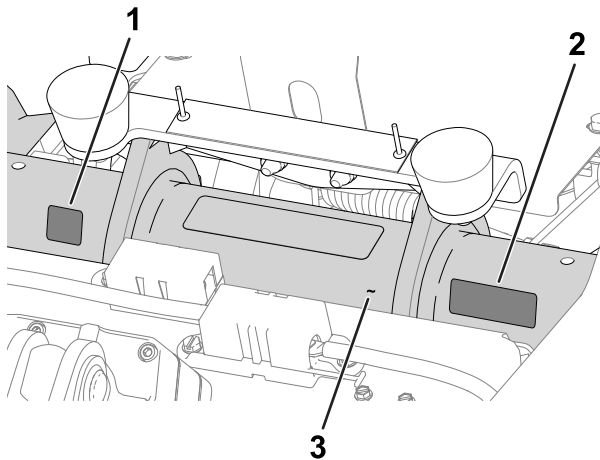

Figure 11
- **Autocollant de l'année de production et autocollant de marque CE** : apposez les autocollants sur le tube du cadre sous le siège et la plaque du numéro de série; voir Figure 11.